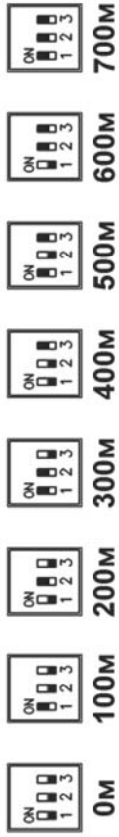

Рис.6 Выбор дальности переключателем дальности
2. На приёмнике «Переключателем дальности» (см. рис.1) установите дальность, соответствующую длине линии в пределах 0 – 700м. Выбор дальности показан на рис.6.
2. На приёмнике «Переключателем дальности» (см. рис.1) установите дальность, соответствующую длине линии в пределах 0 – 300м. Выбор дальности показан на рис.6.